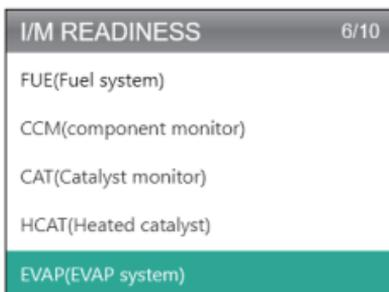

Figura 9.1.5
5. Selecione PRONTIDÃO I/M (Veja Figura 9.1.5) e pressione [OK] para ver o significado completo das frases abreviadas que descrevem os monitores e componentes.